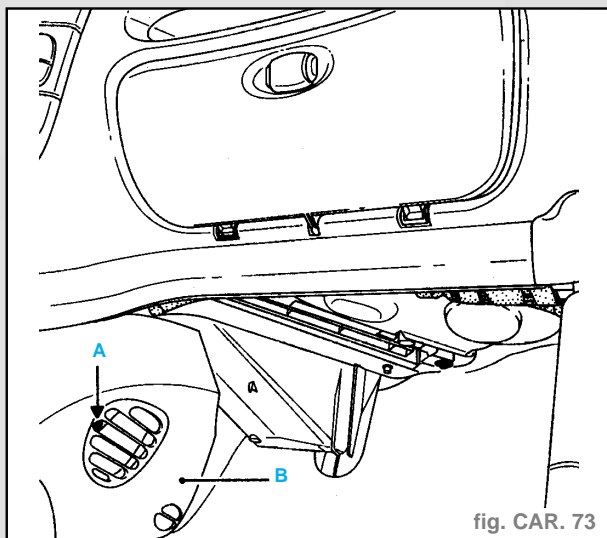

fig. CAR. 73
- la vis (A) et le cache (B) (fig. CAR. 73)